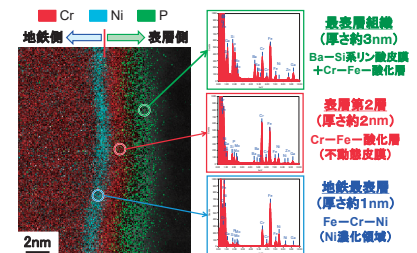

図4 ステンレス鋼の最表層断面組織 Cs-TEM-EDSマップ
(4) 図4はステンレス鋼最表面の不動態皮膜層について断面方向からCs-TEMでEDSマッピング分析を行った事例です。このステンレス鋼最表面には複数の極薄層が構成されており、最表面に厚さ約3nmのBa-Si系リン酸皮膜層、第2層に厚さ約2nmの